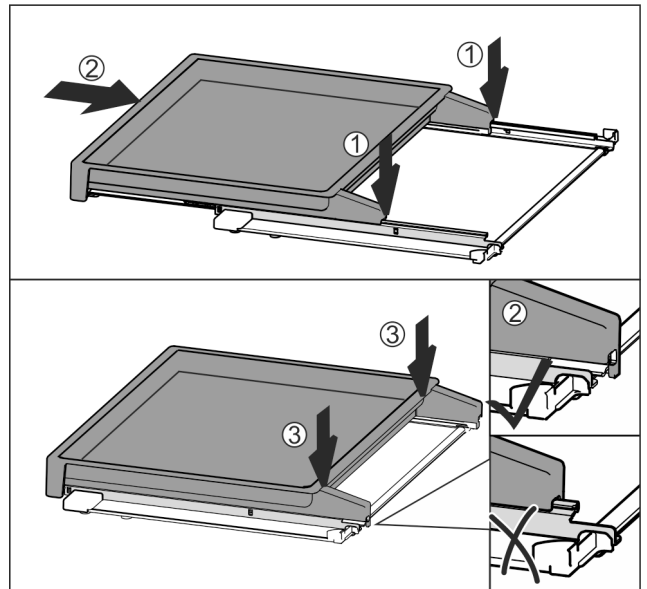

Fig. 109
- Appoggiare centralmente sulle guide Fig. 109 (1).
- Spingere completamente il ripiano estraibile Fig. 109 (2).
- Premere sul lato posteriore fino ad avvertire l'innesto Fig. 109 (3).